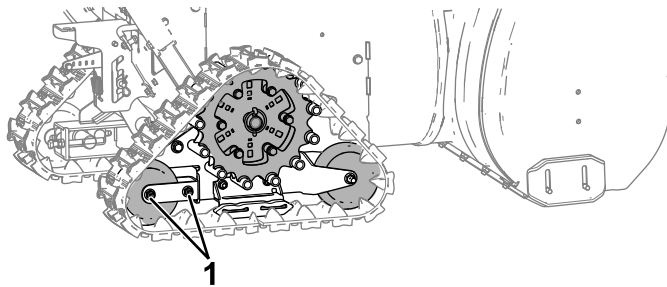

Figura 26
A. Afloje ligeramente las tuercas de la horquilla del rodillo trasero (Figura 26).